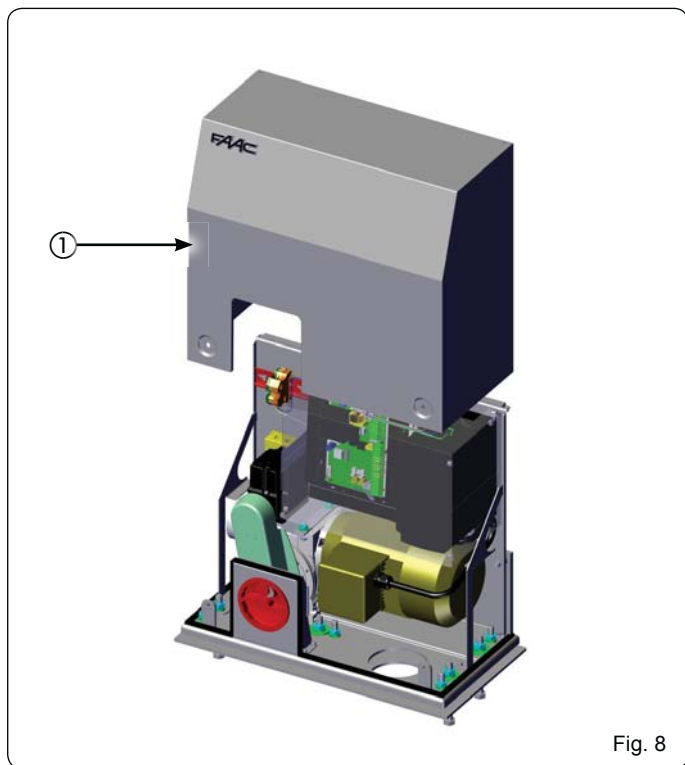

Fig. 8
1. Levante el cárter y retírelo (Fig. 8 ref. ①).